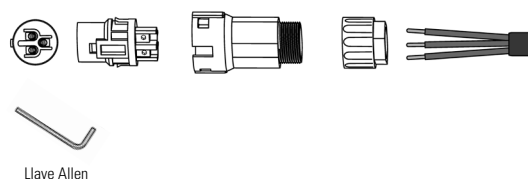

Fig. 28. Conexión del cable pelado en el terminal.
- Insertar el extremo pelado de los tres cables en el orificio correspondiente del cabezal del terminal (cable amarillo-verde al puerto PE, fase al puerto L y neutro al puerto N). Tirar del cable para verificar que está bien conectado, tal como se muestra en la Fig. 28: